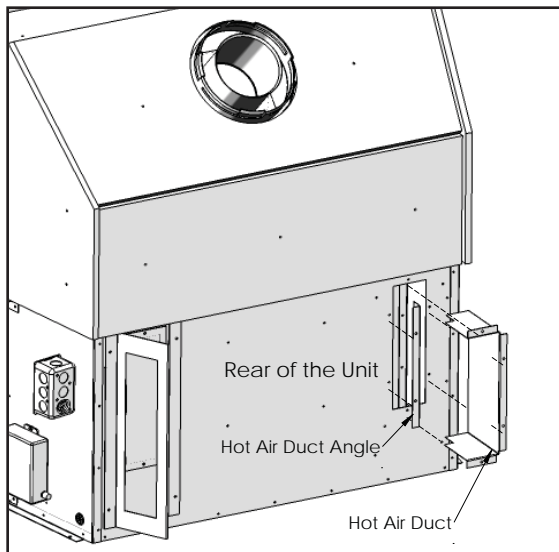

Figure 3 : Installation des conduits d'air chaud.
2. Insérez le conduit d'air chaud et l'angle du conduit d'air chaud dans la coupe (référez-vous à la figure 3). Fixez les conduits en arrière du foyer, dans les trous pré foré et cela, avec les vis à tête hexagonales.